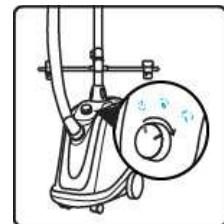

fig.17
- Branchez l'appareil sur une prise de courant et allumez l'appareil en tournant le bouton. Le bouton s'allume. Le défroisseur se met en marche. (fig.17)